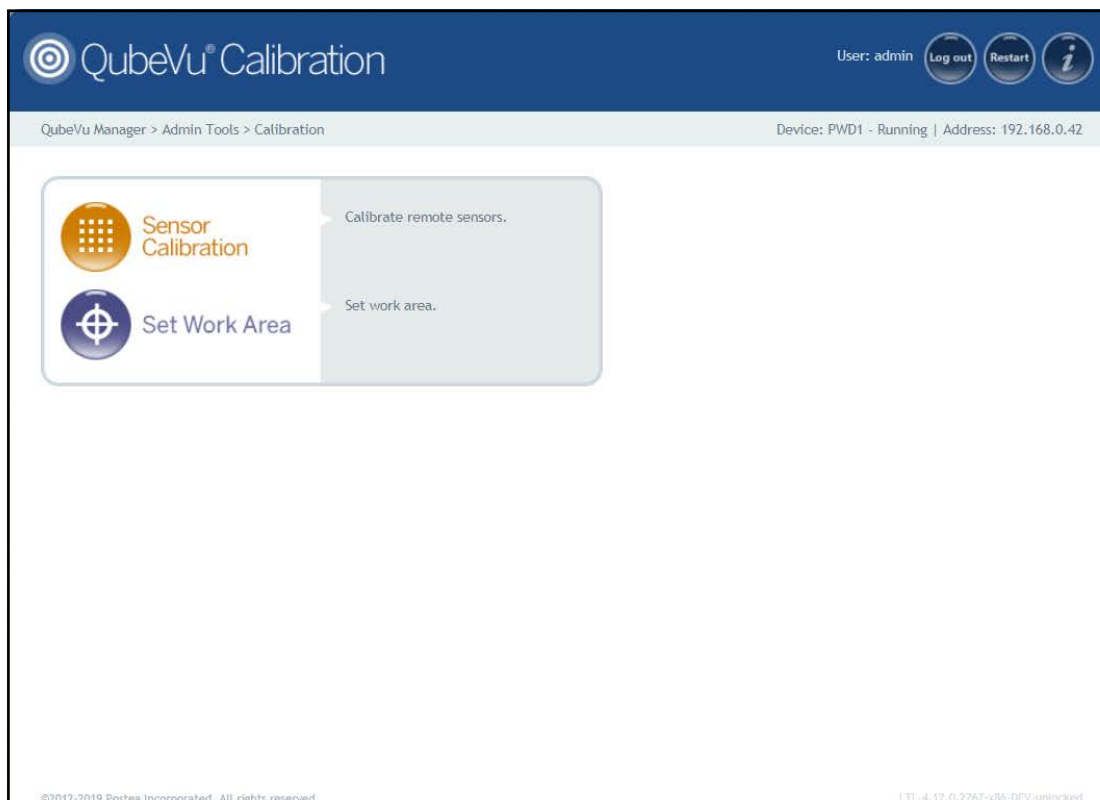

Figura 5-1. Menú de calibración
1. Pulse  **Sensor Calibration** en el menú **Calibration** (Calibración)(Figura 5-1 en la página 28) para entrar en el menú **Remote Sensors Calibration** (Calibración de sensores remotos).
- Pulse  **Set Work Area** en el menú **Calibration** (Calibración) (Figura 5-1 en la página 28) para entrar en el menú **Set Work Area** (Establecer zona de trabajo).